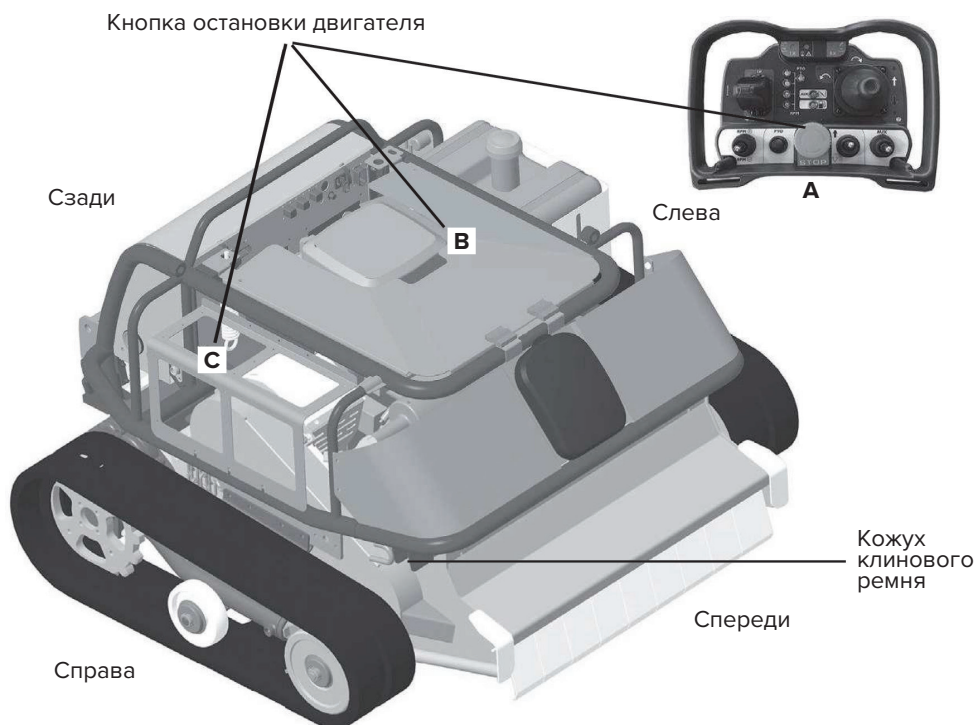

Рис. 5
Термины «ПЕРЕДНИЙ» - «ЗАДНИЙ» - «ПРАВЫЙ» - «ЛЕВЫЙ», используемые в данном руководстве и в каталоге запасных частей, относятся к машине, показанной на рис. 5.
1. Устройство остановки двигателя (B) (рис. 5)
2. Кнопка остановки двигателя на пульте дистанционного управления (A) (рис. 5)
3. Остановка двигателя ключом зажигания (C) (рис. 5)